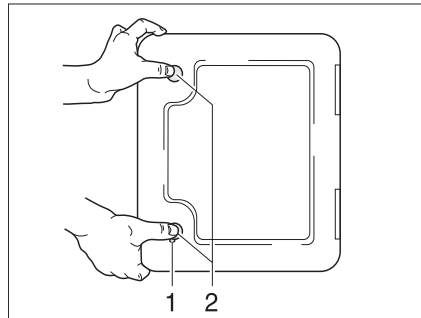

Fig. 244 Portillon pour la toilette à cassette
- Ouvrir le portillon pour la cassette à l'extérieur du véhicule. Insérer pour cela la clé dans le barillet du verrou de pression (Fig. 244,1) et la tourner d'un quart de tour.
- Appuyer du pouce et simultanément sur les deux verrous de pression (Fig. 244,2) et ouvrir le portillon pour la cassette.